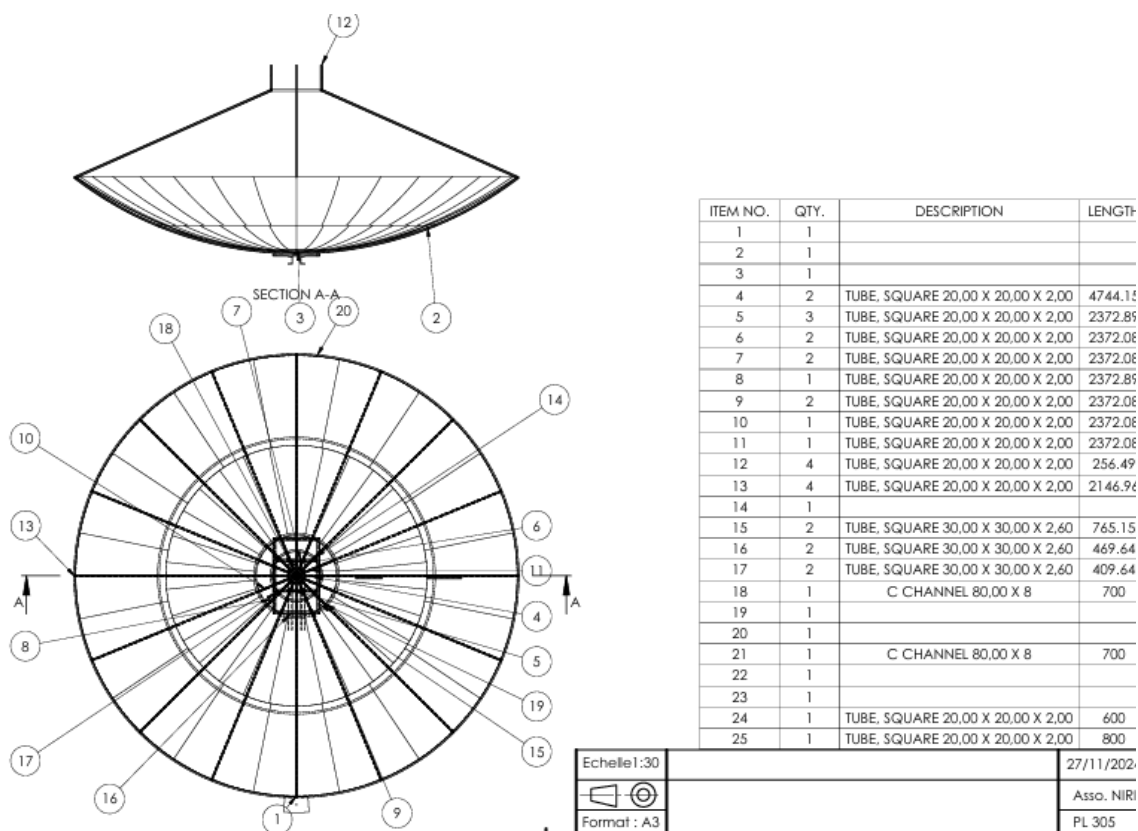

Figure 11 : Plan 2D de l'armature
3.2. Armature (voir Figure 11)